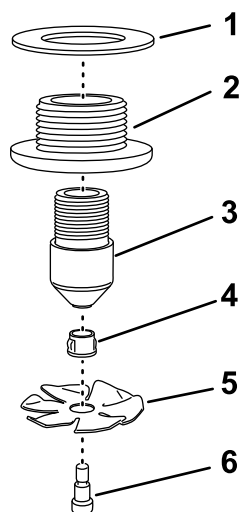

Figura 20
1. Montate la ruota di lavaggio ad alette e la boccola sul bullone di spallamento (Figura 20).
2. Montate la ruota di lavaggio ad alette, la boccola e il bullone di spallamento sull'ugello di lavaggio (Figura 20).
4. Montate il gruppo ugelli di lavaggio sul raccordo del diaframma e serrate manualmente (Figura 20).
5. Montate la guarnizione sul raccordo del diaframma (Figura 20).